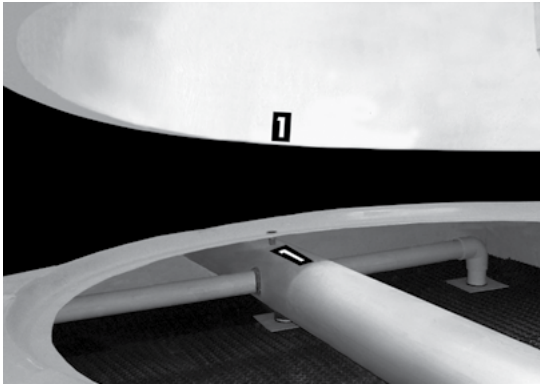

Figura A-79: Alineación del ducto en una torre modular (RTM-B-S o RTPM-B-S)
- G. Luego sujete el soporte del ventilador con doble banda a manera de cuna (como se muestra en la Figura A-79) para que lo pueda levantar con una grúa y ensamblarlo.